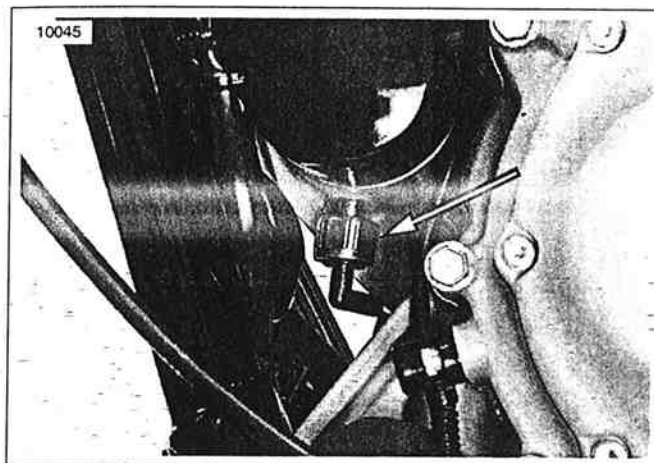

Figura 3-4. Interruptor de la luz indicadora de la presión de aceite
3. Vea la Figura 3-4. Quite el interruptor de la luz indicadora de la presión de aceite del cárter (debajo del filtro de aceite). Consulte 7.32 INTERRUPTOR DE LA PRESIÓN DE ACEITE.